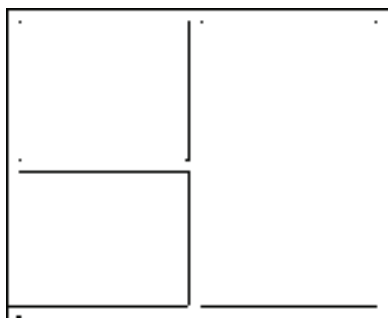

图 4-4 创建标准柱
4) 单击鼠标左键，绘制矩形标准柱，结果如图 4-4 所示。